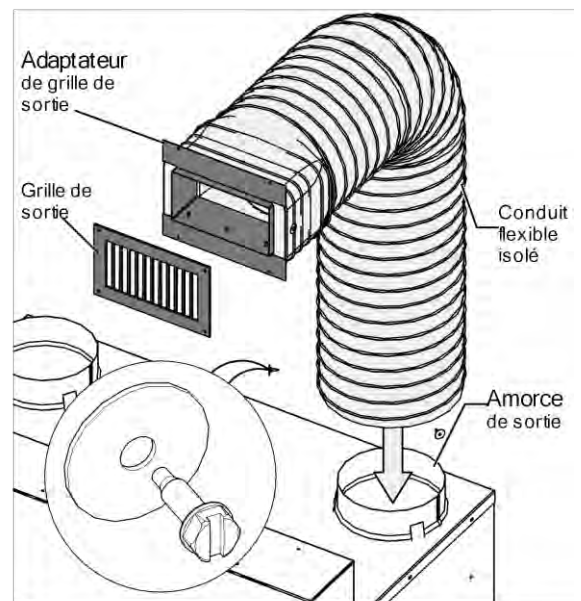

FIGURE 16 SORTIE D'AIR CHAUD DU SRC
Les sorties d'air chaud du SRC permettent de distribuer l'air qui est entrée par les entrées et qui s'est réchauffée en passant à l'intérieur du foyer. Les sorties d'air chaud du SRC consiste en deux conduits d'air flexibles isolés de 10" de diamètre et 5' de long avec chacun un adaptateur de sortie préinstallé ainsi que deux grilles de sorties 6" x 13 1/2" (voir Figure 16).
1. Installez la partie ronde du conduit flexible isolé sur l'amorce de sortie du SRC sur le foyer (voir Figure 16). Le conduit flexible isolé doit complètement couvrir la partie de l'amorce de sortie qui dépasse au-dessus du foyer. Utilisez trois des vis autotaraudeuses 1/2" avec trois rondelles plates fournies pour visser à travers le conduit flexible isolé afin de le fixer à l'amorce de sortie du SRC.